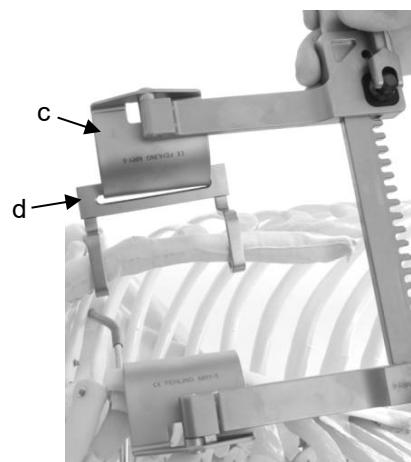

Fig. 10
- 6 En el caso de una esternotomía con exposición de la AMI mediante las hojas MRY-5 (c), en función de la AMI que se desee disecar, la garra BAYKUT (d) se puede deslizar en el lado de disección desde el exterior sobre la hoja MRY-5, de forma que las garras se introduzcan lo máximo posible desde medial a lateral debajo del esternón (ver Fig. 10).